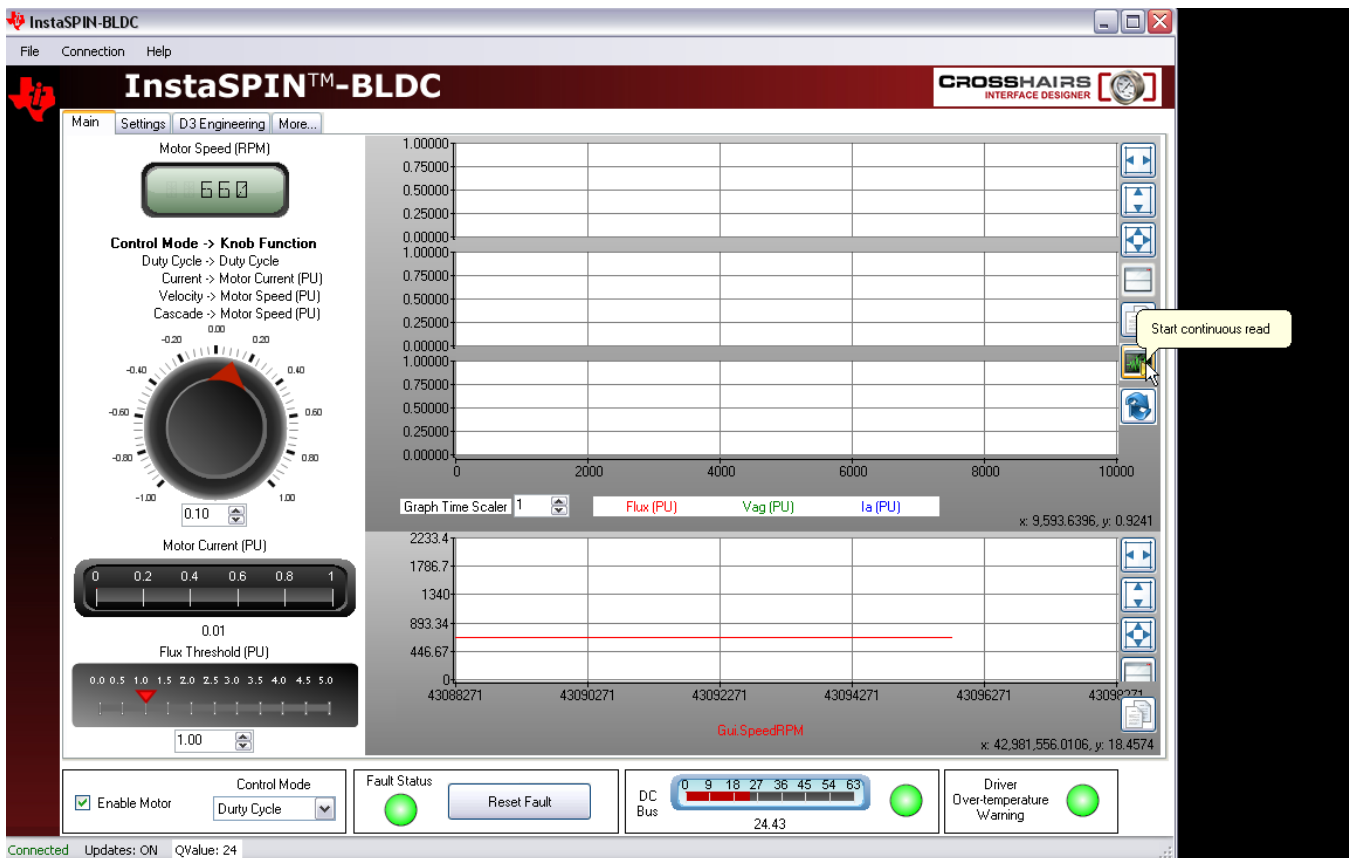

图 11. 启动持续读取
2. 打开上部曲线图上的“Start Continuous Read”（启动持续读取）（请见图 11）。